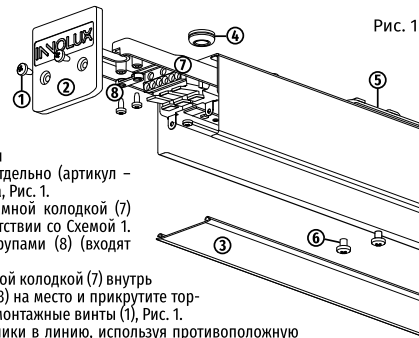

Рис. 1
Закрепите светильник на скобы при помощи винтов (6). Рис. 1. При необходимости регулировки угла при установке светильника используйте монтажный комплект КМН-02-1, приобретаемый отдельно (артикул – 99 978).
Установите на скобы (5) 2 комплекта для подвесного монтажа, приобретаются отдельно (артикул – 96 578). Убедитесь в надежности подвеса, Рис. 1.
3. Выдвиньте пластину с нажимной клеммной колодкой (7) и подключите сетевой провод в соответствии со Схемой 1. Зафиксируйте провод зажимом и шурупами (8) (входят в комплект), Рис. 1.
4. Задвиньте пластину с нажимной клеммной колодкой (7) внутрь светильника. Установите рассеиватель (3) на место и прикрутите торцевую крышку (2) к корпусу, используя монтажные винты (1), Рис. 1.
- Открутите монтажные винты (1), снимите торцевые крышки (2) с двух светильников. Снимите рассеиватель (3) с обоих светильников.
- Выдвиньте пластины с нажимной клеммной колодкой (7) и произведите подключение светильников.
- Закрепите соединительные скобы из КС-01-1-ДСО-06 в светильник винтами (входят в комплект), задвиньте пластины с нажимной клеммной колодкой (7) и закрепите соединительные скобы в другом светильнике.
- Установите рассеиватель (3) на место и прикрутите торцевые крышки (2) к корпусу, используя монтажные винты (1), Рис. 1.
2. Открутите монтажные винты (1), снимите торцевую крышку светильника (2), снимите рассеиватель (3). Введите сетевой провод в корпус через уплотняемое отверстие (4), Рис. 1.